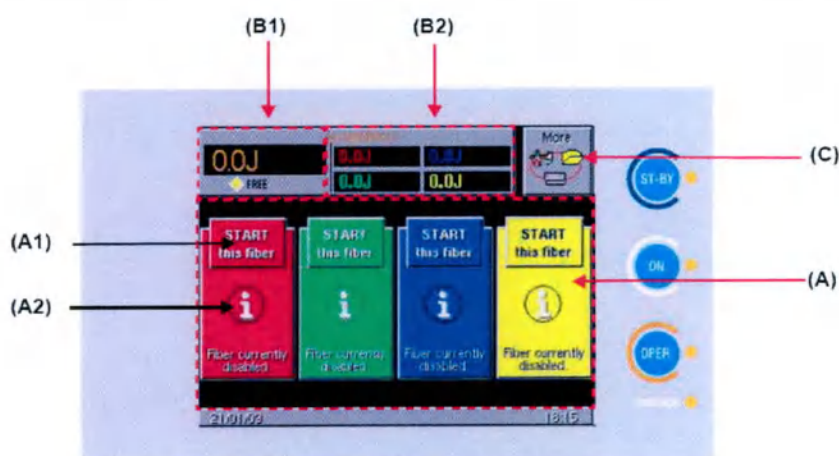
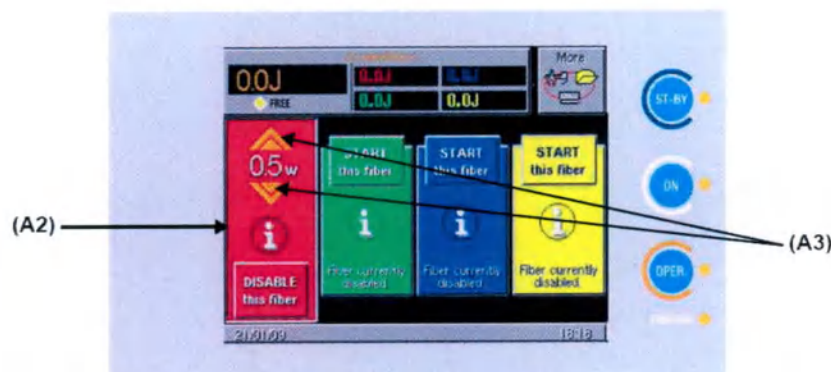
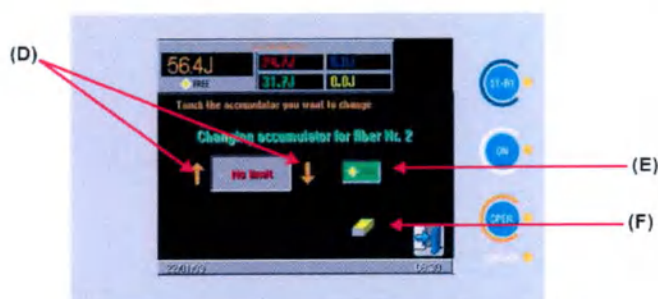

Рис. 20 – Меню «USER»
Рис. 21 – Меню USER с включенным световодом
Рис. 25 – Аккумулятор световода № 2
На Рис. 20 показана панель управления с меню пользователя USER (ПОЛЬЗОВАТЕЛЬ).
Центральная область меню USER («ПОЛЬЗОВАТЕЛЬ»), обозначенная на Рис. 20 как (A), позволяет выводить и управлять световодами, подключенными к системе аппарата: она разделена на четыре панели, связанные с четырьмя переходниками SMA 905, подключаемыми к аппарату. Каждая область связывается с соответствующим разъемом, также фоновый цвет соответствует цветам, назначаемым световодам.
На каждой панели выводится состояние световода – например, «Световод отключен» на Рис. 20, а также функция «i» - справка и функция ВКЛ/ВЫКЛ. На рис. 20 показано меню USER при правильном подключении и идентификации всех световодов, но ни один из них не включен для использования.
Чтобы включить световод, нажмите на соответствующую область «Start this fiber» («Включить этот световод»): например, если вы хотите использовать световод, подключенный в разъем N1, нажмите на область, обозначенную на Рис. 20 как (A1), вид экрана изменится, как показано на Рис. 21.
При подключении световода аппарат отображает его настройки по мощности: стрелки вверх и вниз рядом с величиной - (A3) на Рис. 21 – позволяют изменять настройку мощности от 0,5 Вт до 7 Вт с шагом 0,5 Вт.
Следующая панель может быть открыта для каждого световода нажатием области «» - (A2) на Рис. 20 и Рис. 21:
В области, обозначенной на Рис. 20 как **(B1)**, выводится величина для всех аккумуляторов и ее предел (если задан); в остальных четырех областях **(B2)** выводятся отдельные аккумуляторы световодов (каждой того же цвета, соответствующий световоду). Если для отдельного световода был задан лимит, показание для аккумулятора обводится красной рамкой.
Заряд аккумулятора увеличивается во время излучения лазера и сохраняет энергию, переданную всеми подключенными световодами во время лазерной процедуры. Нажмите на область **(B1)** на Рис. 20, чтобы открыть меню, показанное на Рис. 24; данное меню позволяет очистить аккумулятор, задать/удалить лимит *общего* количества энергии, передаваемой во время лазерной процедуры.
Для изменения настроек аккумулятора световода пользователь должен нажать на величину того же цвета, что и световод; например, при нажатии на величину на зеленом фоне будут изменяться настройки аккумулятора, соответствующего 2-му световоду слева – сравните с Рис. 20 – Экран примет вид, показанный на Рис. 25.
С помощью кнопок со стрелками, обозначенными на Рис. 25 (D), пользователь может задавать лимит энергии, передаваемой при излучении лазера из выбранного световода.
Данный лимит может задаваться в интервале от 10Дж до 98000Дж или «БЕЗ ЛИМИТА» - то есть контроль энергии отключен. Функцию «БЕЗ ЛИМИТА» можно задать напрямую, нажав на область «FREE» - (E) на Рис. 25.
Во время излучения лазера система аппарата постоянно обновляет значения энергии аккумуляторов в областях, указанных (B2) на Рис. 20.
Аккумулятор можно обнулять независимо для каждого световода и независимо от общего аккумулятора, нажав на пиктограмму, обозначенную **(F)** на Рис. 25.